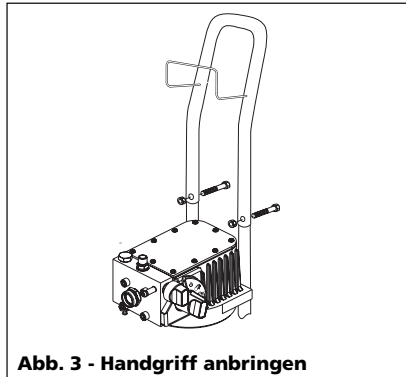

Abb. 3 - Handgriff anbringen
- Mit Schraubenschlüssel festziehen. Die Schlauchaufhängung sollte zur Pumpe weisen (siehe Abb. 3).